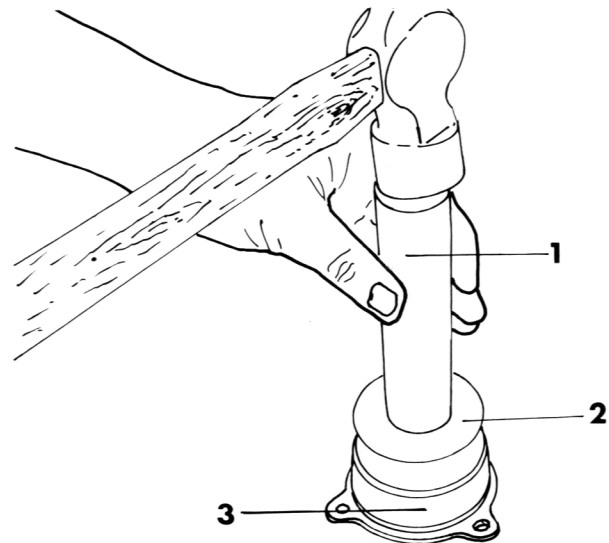

Bild 107
- Das Primärtriebswellenlager unter Bezug auf Bild 107 in den Lagerhalter einsetzen.